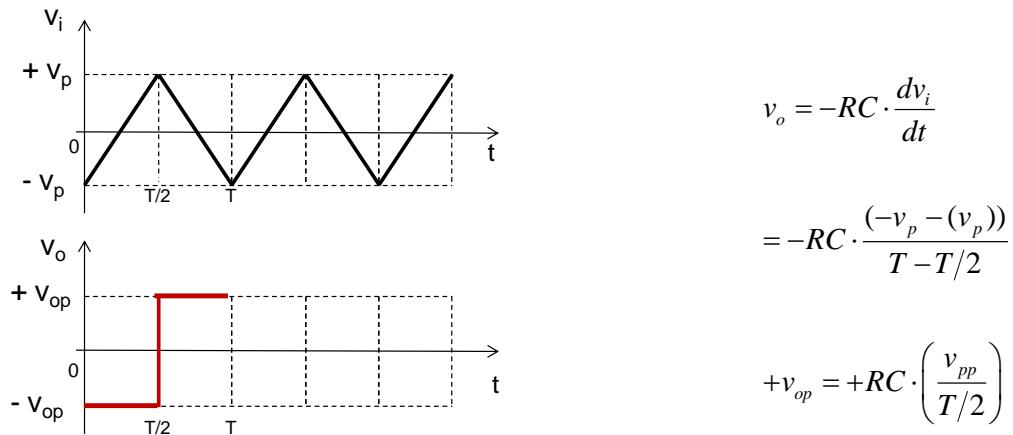

Figura 3.112.
- **Segundo intervalo** (de  $T/2$  a  $T$ , indicado na Figura 3.112): a inclinação da tensão de entrada é negativa, mas devida à ação inversora, o sinal da tensão de saída é positivo.